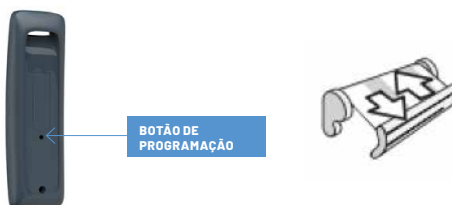

Imagen 36: Botão de programação del mando y movimiento de subida y bajada de motores "clack-clack!".
2. Premir brevemente o botão MODE do Izymo até se acender o LED do modo motor (M).
3. Seleccionar no comando o canal com todos os motores da cobertura, e manter premido o botão traseiro do comando (botão de programação), até escutar o "clack-clack!" do movimento de subida e descida dos motores (imagen 36).